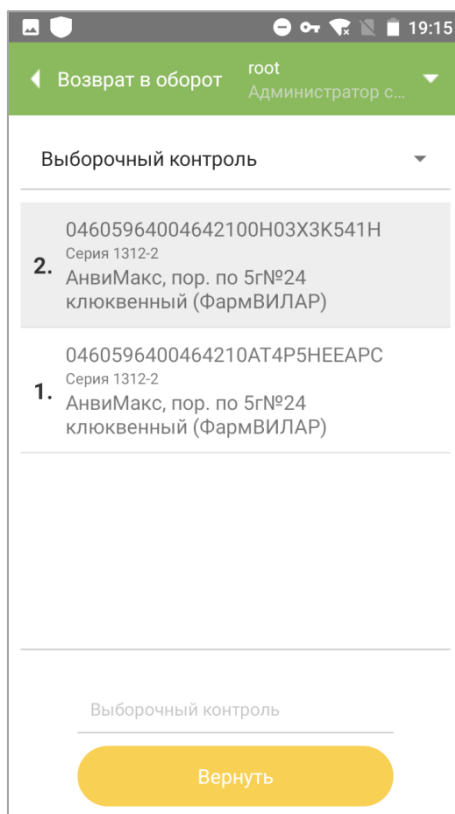
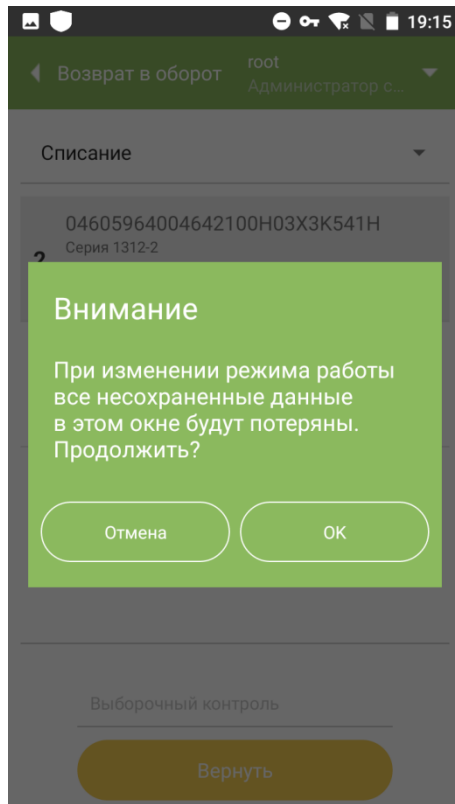

Рисунок 12.3
Рисунок 12.4
3. Отсканировать коды маркировки (п. 1.5), которые следует вернуть в оборот (Рисунок 12.3). При попытке изменить причину возврата в оборот появится системное сообщение о потере несохраненных данных (Рисунок 12.4).